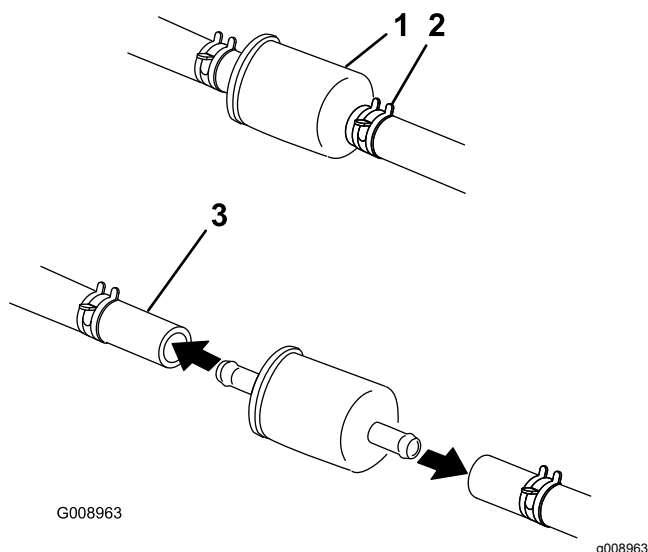

Figura 65
6. Premete le estremità delle fascette stringitubo ed allontanatele dal filtro (Figura 65).
8. Montate un nuovo filtro ed avvicinate le fascette stringitubo al filtro (Figura 65).